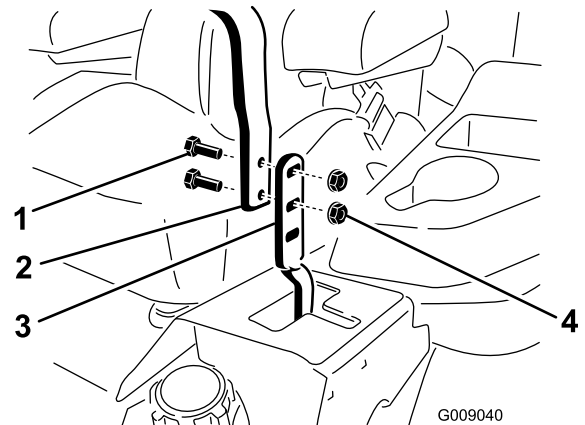

Figure 62
- Desserrez les boulons et les écrous à embase situés dans les leviers (Figure 62).